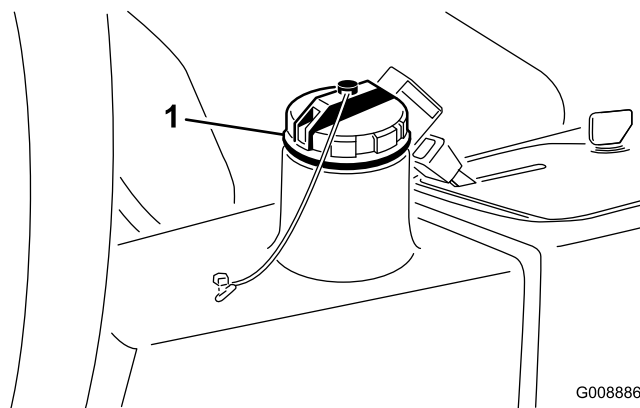

図 63
3. 油圧オイルタンク図 63 に約 22.7 リットルのオイルを入れる「油圧系統を点検する」を参照。